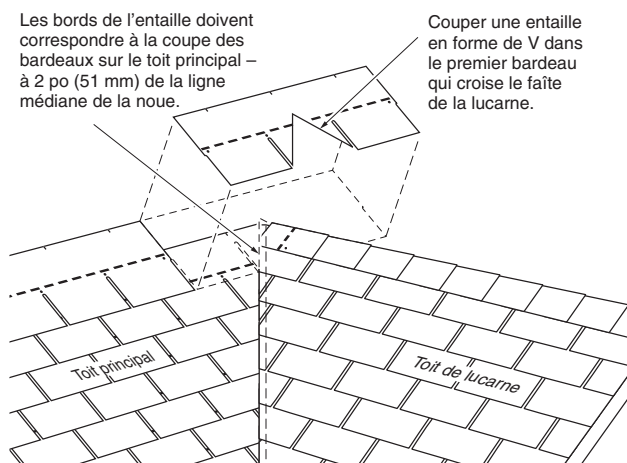

Figure 9-9 : Bardeau entaillé en V posé sur le faîte de la lucarne.
3. Découper dans le premier bardeau qui passe par-dessus le faîte de la lucarne une encoche en V qui s'engage parfaitement sur le faîte de la lucarne. Les côtés de l'encoche doivent s'adapter aux bardeaux du corps du toit qui ont été taillés au centre de la noue. Découper cette encoche dans la jupe du bardeau. Poser les bardeaux sur le côté droit de la lucarne de façon à ce que les rangs des bardeaux se conforment à la position du bardeau avec l'encoche en V (figure 9-9).